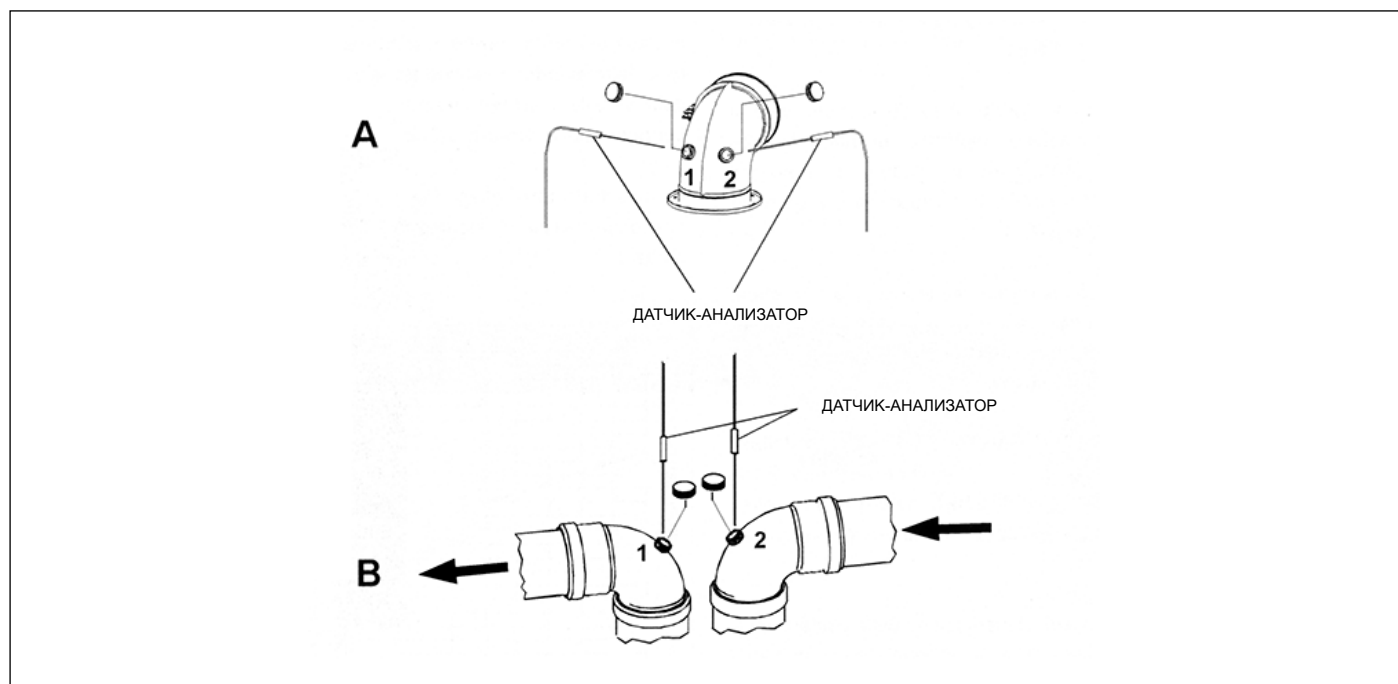

Рис. 12 Примеры мест для контроля дымовых газов
- измерить температуру воздуха для горения через отверстие 1 (см. см. (А) Рис. 12 Примеры мест для контроля дымовых газов для котлов с герметичной камерой сгорания, укомплектованных трубами со специальными отверстиями).
- измерить температуру дымовых газов и содержание CO₂ через отверстие 2 (см. см. (А) Рис. 12 Примеры мест для контроля дымовых газов для котлов с герметичной камерой сгорания, укомплектованных трубами со специальными отверстиями).
- измерить температуру воздуха для горения через отверстие 2 (см. см. (В) Рис. 12 Примеры мест для контроля дымовых газов для котлов с герметичной камерой сгорания, укомплектованных трубами со специальными отверстиями).
- измерить температуру дымовых газов и содержание CO₂ через отверстие 1 (см. см. (В) Рис. 12 Примеры мест для контроля дымовых газов для котлов с герметичной камерой сгорания, укомплектованных трубами со специальными отверстиями).